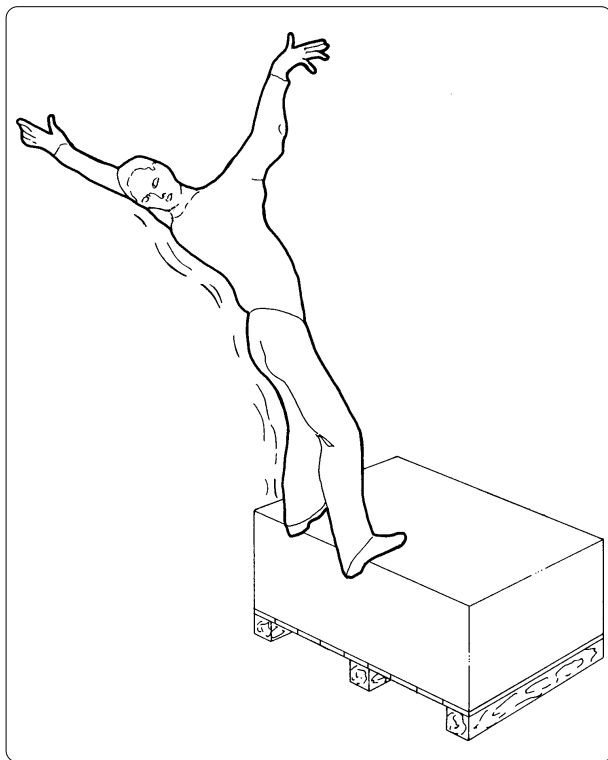

Fig. 4.5.1
- non camminare sull'imballo né posizionarvi sopra altri particolari (fig. 4.5.1);
- do not stand on the packaging or place anything on top of it (fig. 4.5.1);